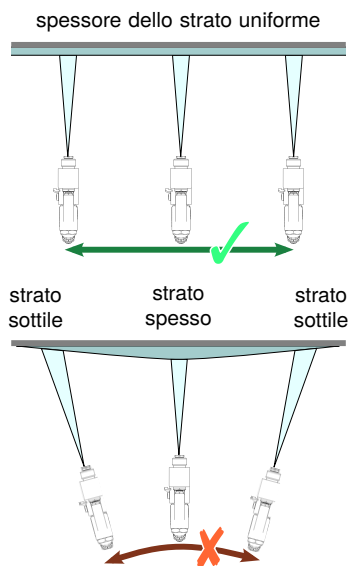

Fig. 11: Guida della pistola di spruzzatura
- ▶ Osservare una velocità uniforme e tenere la pistola di spruzzatura parallela alla superficie da rivestire. Se si fa oscillare la pistola di spruzzatura si ottiene un rivestimento irregolare (vedi Fig. 11).